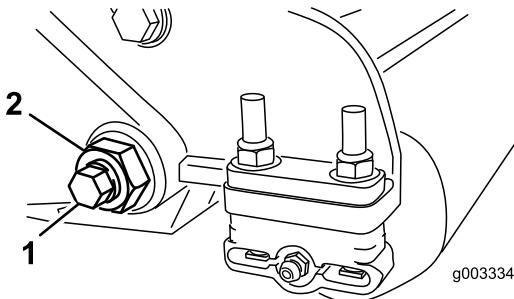
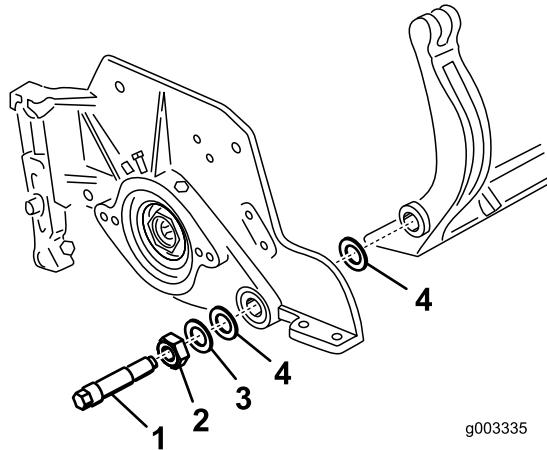

Figure 35
Figure 36
3. De chaque côté de la machine, desserrez le contre-écrou de fixation du boulon de la barre d'appui (Figure 35).
4. Retirez les boulons de la barre d'appui de façon à pouvoir abaisser la barre et la déposer de la machine (Figure 35). Mettez de côté les 2 rondelles en nylon et la rondelle en acier estampé situées de chaque côté de la barre d'appui (Figure 36).
**Remarque:** Une rondelle en nylon doit être placée de chaque côté du bossage de la plaque latérale. Placez une rondelle en acier à l'extérieur de chaque rondelle en nylon (Figure 36).